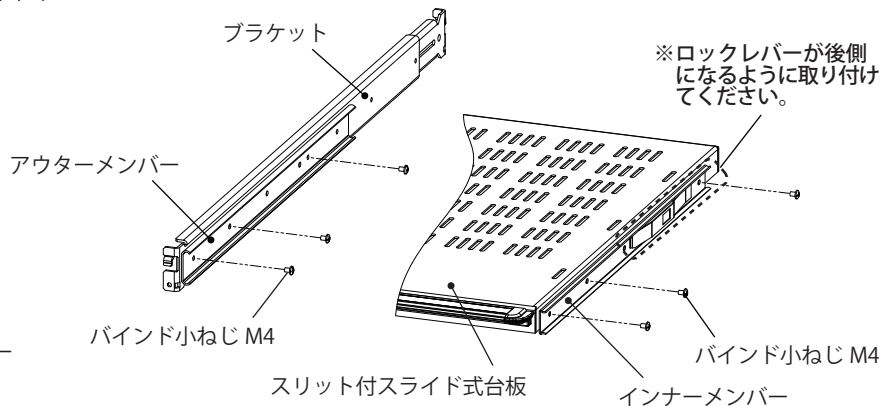

図5
- ②ブラケットにアウターメンバー、スリット付スライド式台板にはインナーメンバーを各々付属のバインド小ねじ M4 で固定してください。※図は右側を示します。(図5)